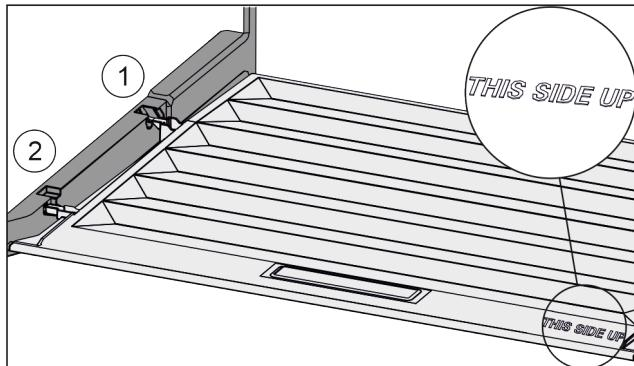

Fig. 117
- Пъхнете шийките на капака през отвора в задния държач Fig. 117 (1) и фиксирайте отпред в държача Fig. 117 (2).